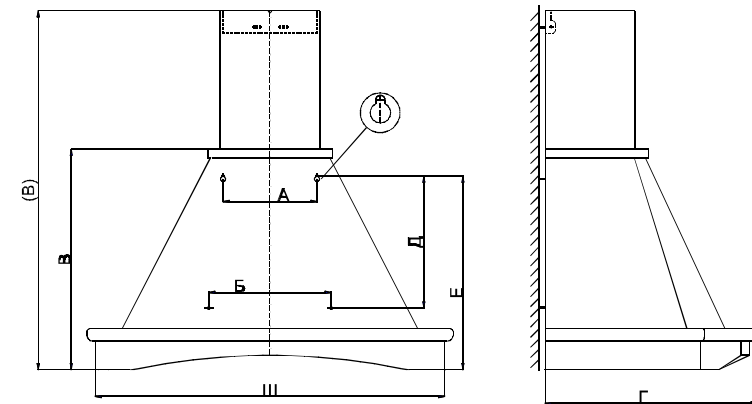

РИС. 3
6.1. Крепление вытяжного зонта: (рис. 3)